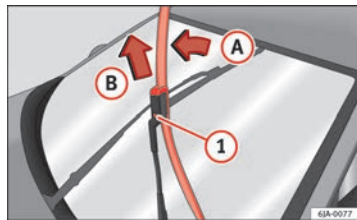

Abb. 67 Wischerblätter für die Frontscheibe
- Klappen Sie den Scheibenwischerarm von der Scheibe ab, wobei Sie das Wischerblatt leicht in Richtung des Arms bewegen – Pfeil A ⇒ Abb. 67.
- Entriegeln Sie mit der anderen Hand die Sicherung ① und ziehen Sie das Wischerblatt in Pfeilrichtung B ab.